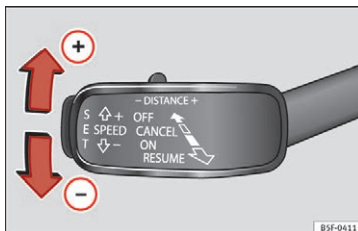

Fig. 201 På venstre side af ratstammen: tredje betjeningsarm til betjening af automatisk afstandsregulering
- Tryk på knappen **[SET]** » **Fig. 201** for at gemme den aktuelle hastighed.
- Tryk betjeningsarmen op/ned et kort øjeblik for at øge eller reducere hastigheden trinvis »» **Fig. 201.**